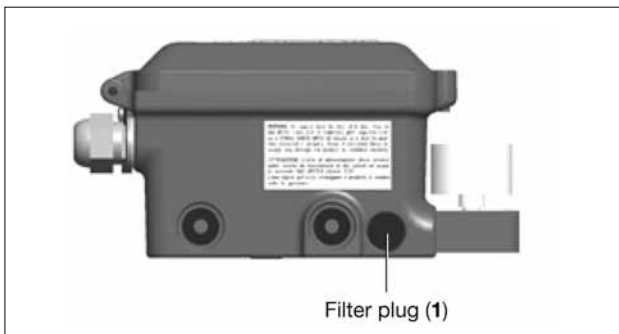

Bild 65
- Mit einem 5 mm-Sechskantschlüssel den Filterstopfen (1) aus dem Gehäuseschrauben (siehe Bild 65).